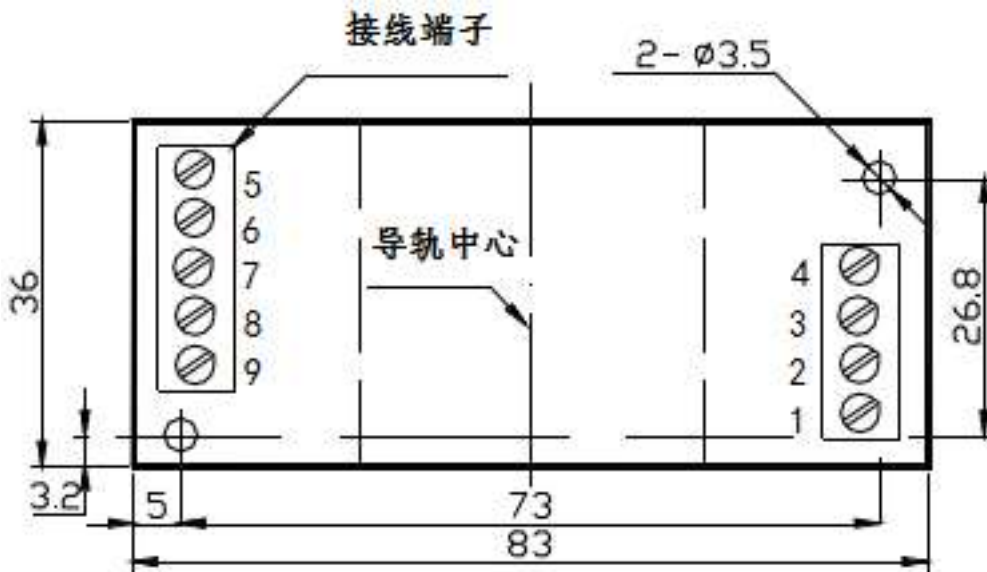

图 8 安装尺寸图
产品采用 DIN35 导轨式安装或螺钉固定安装，其安装尺寸 如图 8 所示。
- ① 把变送器固定卡槽一侧勾在安装导轨上；
- ② 向下牵动弹簧销；
- ③ 使变送器卡口套在安装导轨上；
- ④ 松开弹簧销，变送器卡在安装导轨上。
- ① 按图 8 所示的螺孔位置在固定板上打直径为 3mm 孔；
- ② 使用 $\Phi 3$ 的螺钉插入孔中固定。